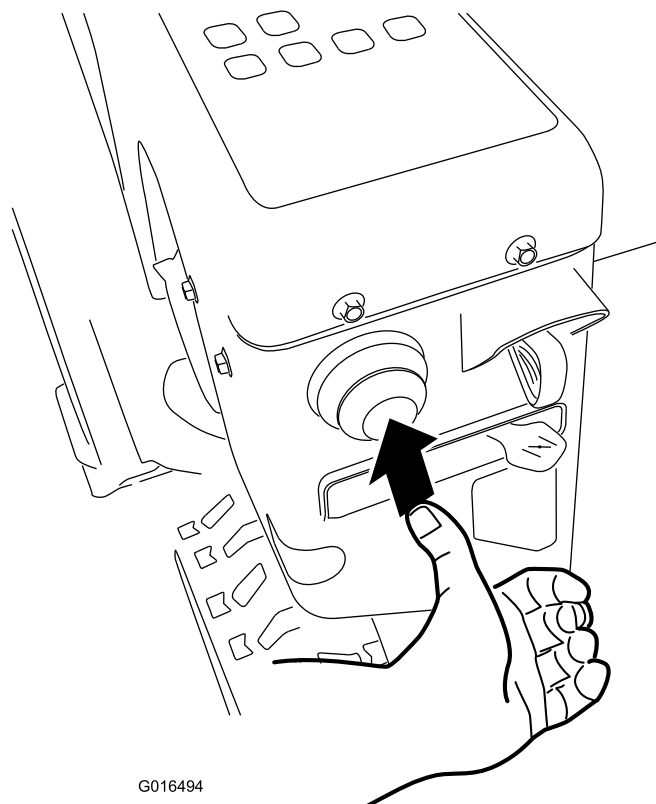

Figure 21
4. Appuyez fermement à 3 reprises sur l'amorceur avec le pouce, en marquant une pause d'une seconde chaque fois (Figure 21).